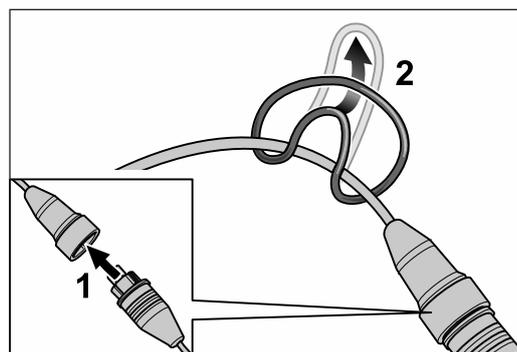
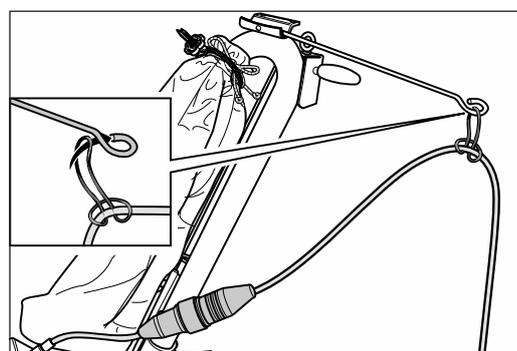

Abb. 17 Das Motorkabel mit dem Verlängerungskabel verbinden (1). Den Zugentlastungsring am Verlängerungskabel befestigen (2).
Abb. 18 Das Verlängerungskabel am Staubsack vorbeiführen und den Zugentlastungsring an der Kabelstütze eingehängen.
- 2 Stecken Sie den Stecker vom Motorkabel in die Kupplung des Verlängerungskabels (Abb. 17, 1).
- 3 Befestigen Sie den Zugentlastungsring am Verlängerungskabel (Abb. 17, 2). Führen Sie das Verlängerungskabel am Staubsack vorbei und hängen Sie den Zugentlastungsring am der Kabelstütze ein (Abb. 18).